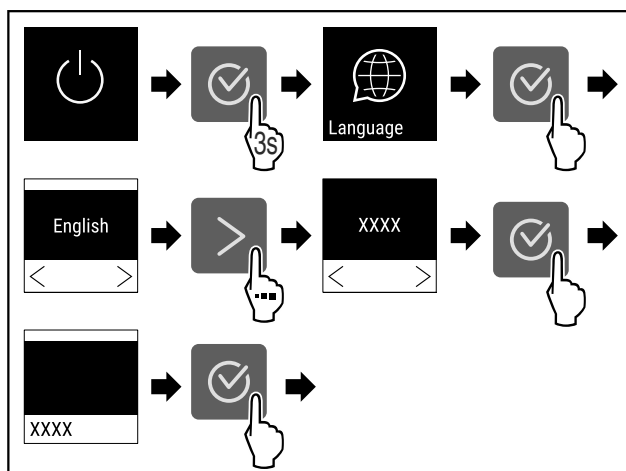

Fig. 50
- ▶ Følg anvisningene (se Fig. 50) .